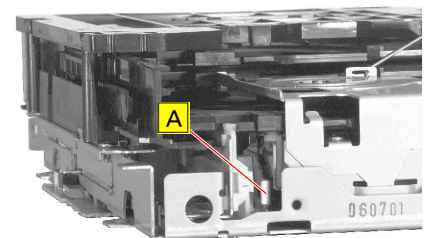

Fig. 16
- Schieber **A** (Fig. 16) bis zum Anschlag nach vorne schieben.
- Pull slider **A** (Fig. 16) forward until the stop.